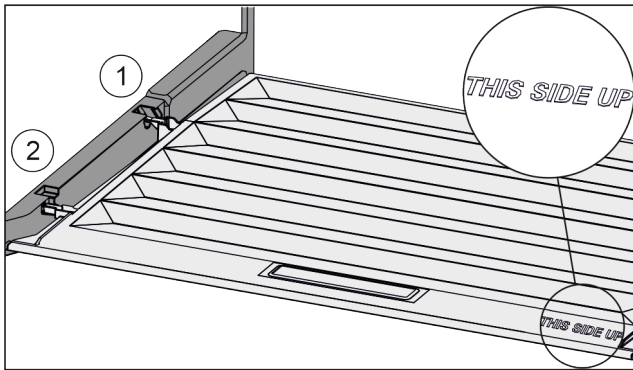

Fig. 138
- ▶ Вставить поперечные ребра крышки через отверстие заднего держателя Fig. 138 (1) и защелкнуть спереди в держателе Fig. 138 (2).